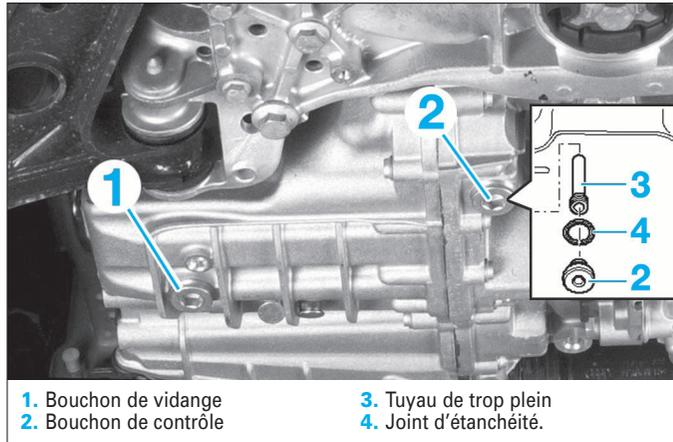

FIG. 5
Il est préférable de vidanger la transmission à chaud (huile à 60 °C maximum), afin d'éliminer le maximum d'impuretés. Le bouchon de vidange (1) a été supprimée à partir d'une certaine date de fabrication de la boîte de vitesses. La vidange s'effectue donc en déposant le bouchon de contrôle (2) et le tuyau de trop plein (3) (Fig.5).
- Déposer le bouchon de vidange (1) du carter et laisser s'écouler l'huile (Fig.5).
- Reposer le bouchon de vidange (1) avec un joint neuf et le serrer au couple prescrit.
- Déposer le bouchon de contrôle (2).
- Déposer le tuyau de trop plein (3) et laisser s'écouler l'huile.